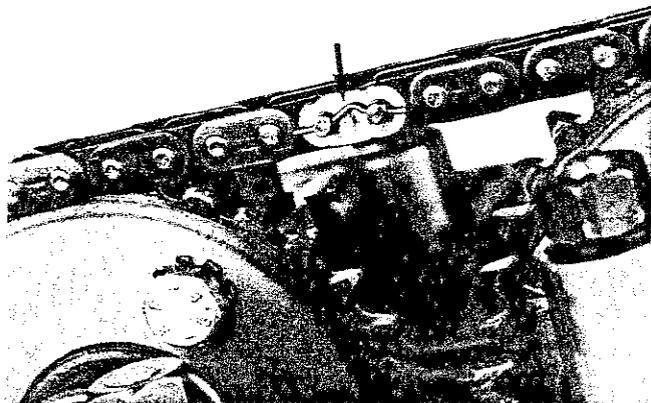

Fig. 37
- 4) Ruotare l'albero motore agendo con una chiave da 17 mm (in senso antiorario per non svitarlo) sul dado del volano fino a portare la maglia di giunzione della catena di distribuzione fra i due ingranaggi degli assi a cammes (Fig. 37).
- 4) Turn the crankshaft using a 17 mm spanner (anticlockwise) fitted to the flywheel nut, and place the cam chain connecting link between the two camshaft sprockets (Fig. 37).